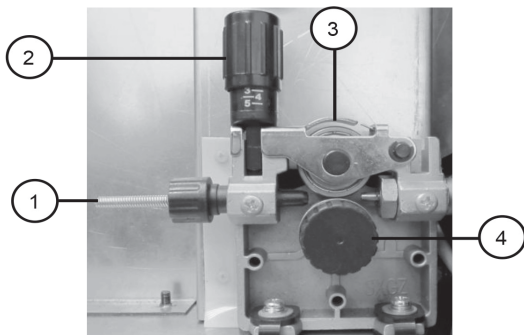

Рис. 10
5. Разблокируйте прижимной ролик (ролики) механизма подачи проволоки, потянув на себя регулятор давления (поз. 2, рис. 10). Поднимите кулису с прижимным роликом (поз. 3, рис. 10) в верхнее положение.
6. Отрежьте изогнутый кончик проволоки и вставьте проволоку во входной канал подающего механизма (поз. 1, рис. 10) и через ролик в выходное отверстие подающего механизма примерно на 15 см.